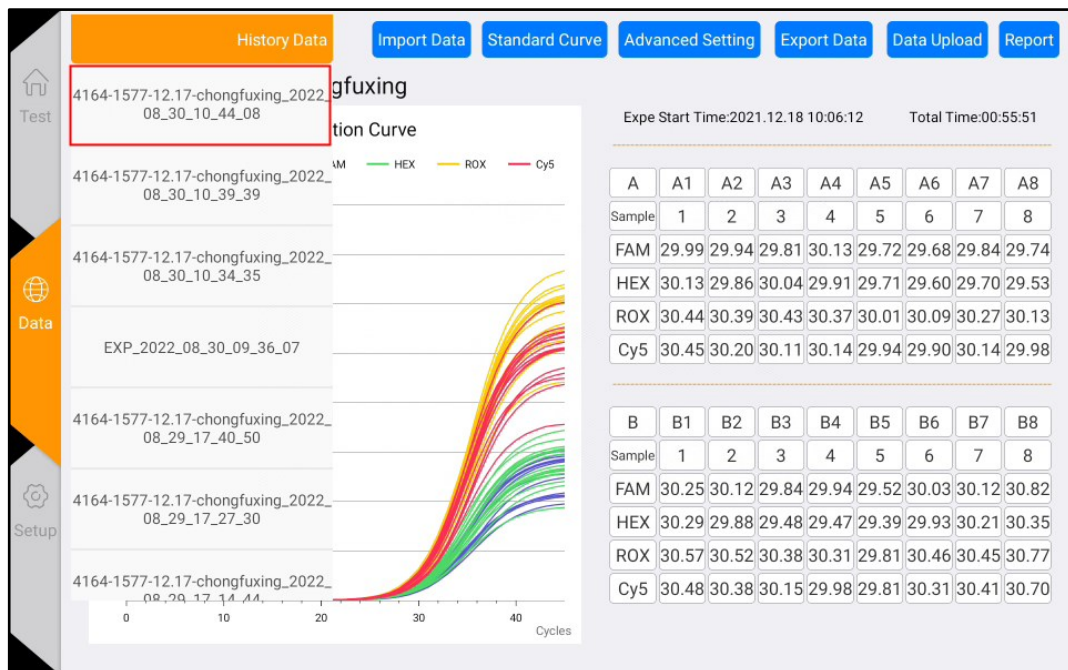

Figura 4-5-2 Lista de fechas
- 2) Haga clic en el botón "Datos históricos" en la parte superior para mostrar los resultados históricos de los experimentos. Seleccione uno de los resultados experimentales y podrá ver los datos, como se muestra en la Figura 4-5-2.